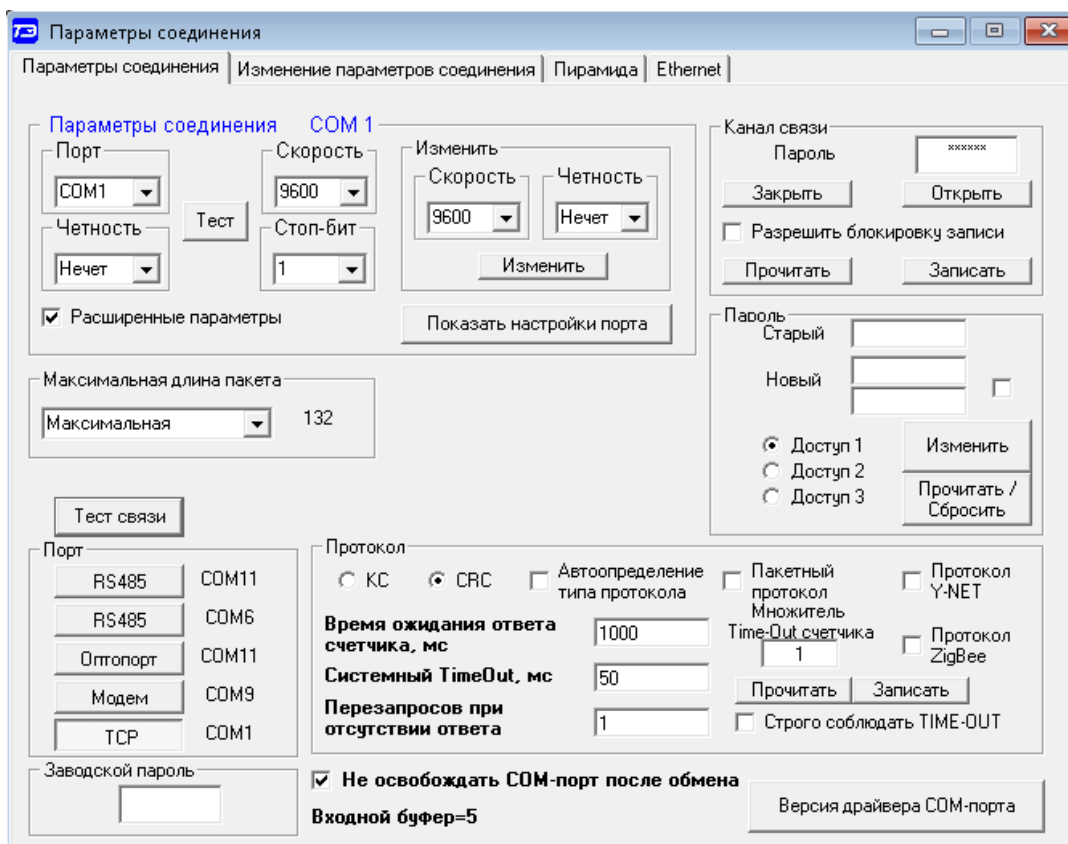

Рисунок 3 – Форма «Параметры соединения»
- на поле формы «Параметры соединения» (рисунок 3), при открытой форме «TCP»: